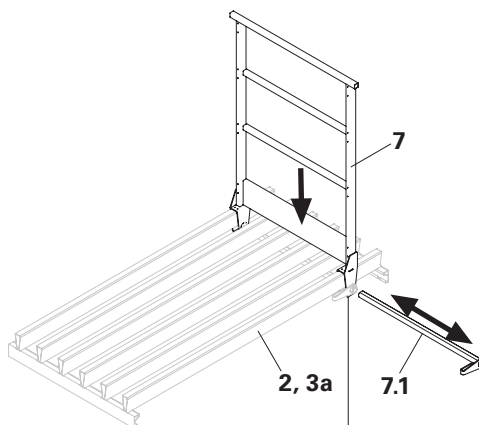
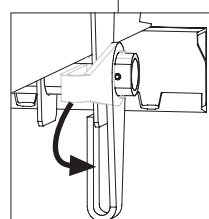

Fig. A7.05
Fig. A7.07
1. Estrarre il tubo (7.1) dal parapetto GF (7).
3. Spingere il tubo all'interno (Fig. A7.05) e fissare il parapetto ruotando il tubo con l'aiuto dell'impugnatura. Inchiodare il parapetto all'elemento. (Fig. A7.07)